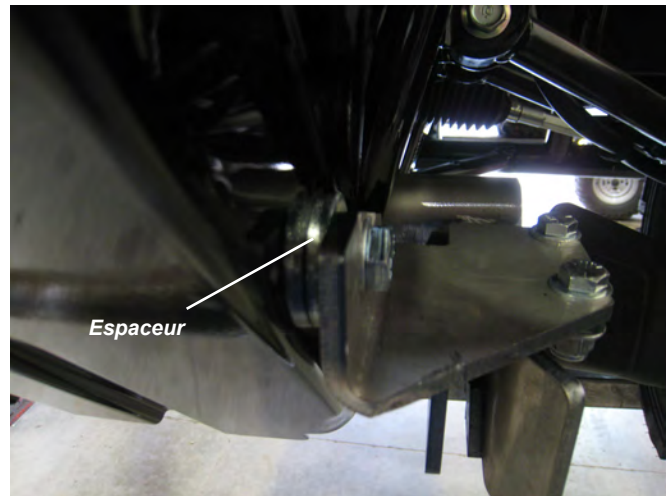

Figure 4
4. Certaines plaques de montage peuvent nécessiter un espaceur entre le pare-chocs et le support, tel qu'illustré à la figure 4. Une fois toutes les pièces en place, serrez selon les couples indiqués à la page 2.